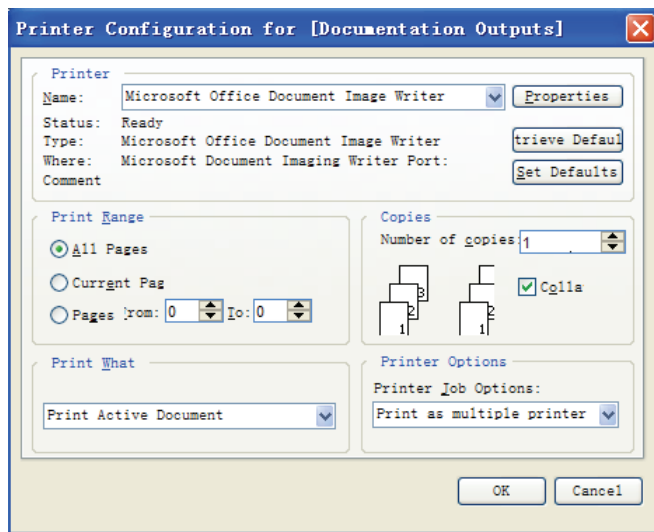

图 3-50 打印机属性对话框
(3) 预览检查无误后，单击图 3-49 下方的  按钮，弹出打印机属性对话框，如图 3-50 所示。
(4) 该对话框中的选项与 Windows 环境下其他打印机的选项类似，只需要设置好打印机名、打印范围和打印页数等参数后，单击  按钮，即可打印输出原理图。